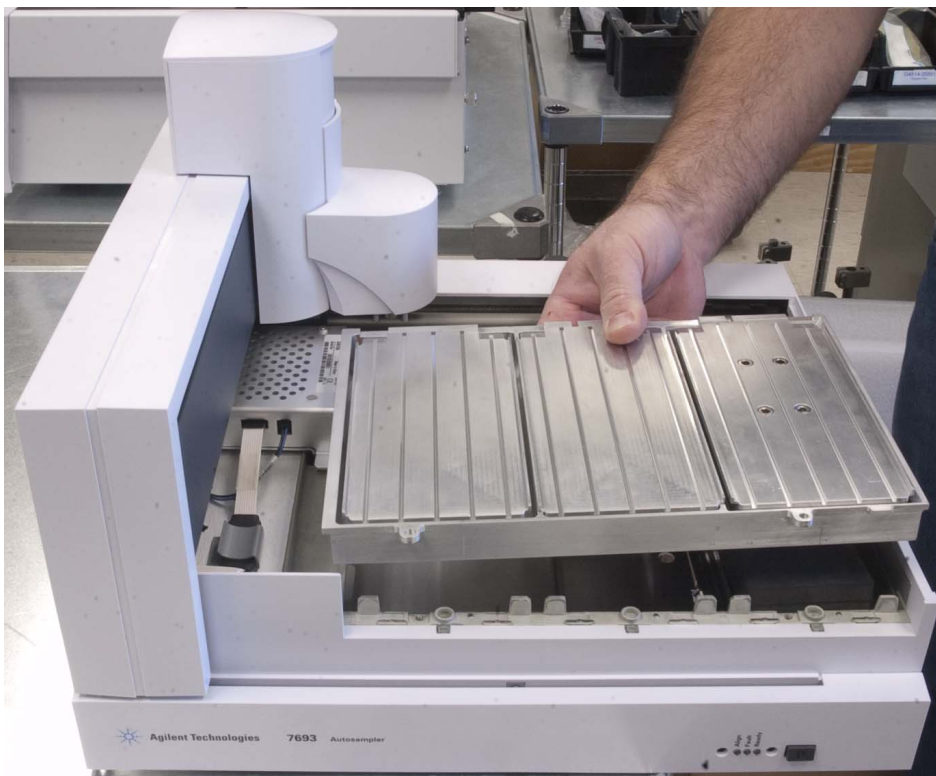

図 46 ペルチェモジュールを取り付ける
- 27 ペルチェモジュールの底部がアクセサリ開口部を通るよう、ペルチェモジュールをサンプルトレイ内部にまっすぐ下ろします (図 46)。